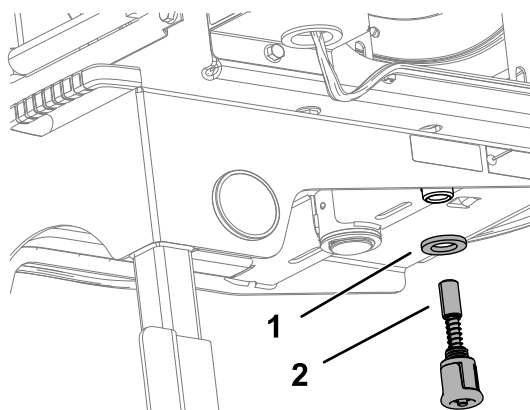

図 23
6. ホースリールフレームの下側に、ワッシャとスプリングピンを取り付ける図 23。